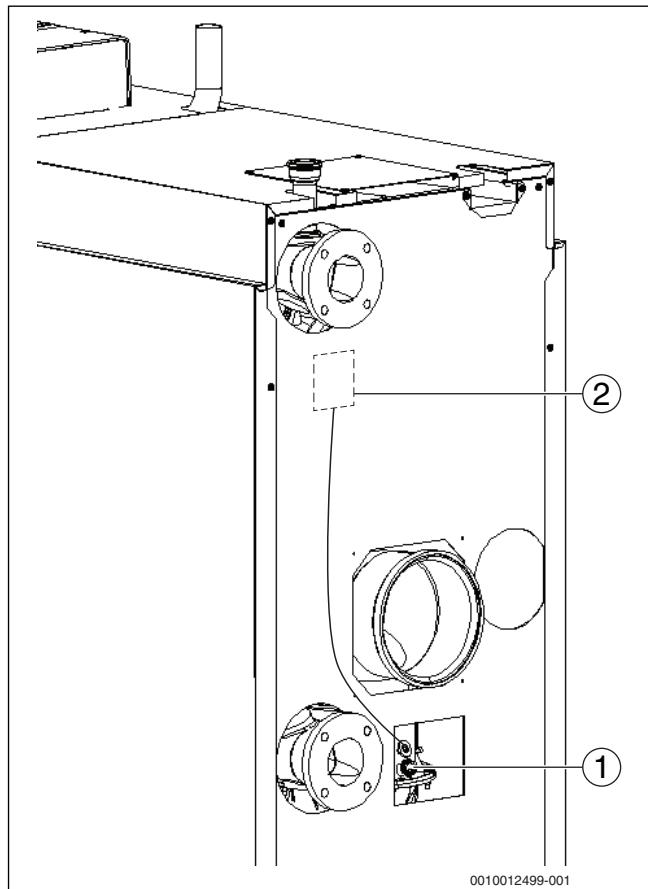

Рис. 29 Выполнение замеров (котлы 150-300 кВт)
- ▶ Ведите измерительный датчик через отверстие для измерений в коллекторе дымовых газов (→ рис. 29, стр. 32), держите его в центре потока и проверьте содержание CO₂.
- ▶ Ведите измерительный датчик через отверстие для измерений в дымовой трубе (→ рис. 29, стр. 32), держите его в центре потока и проверьте содержание CO₂.
- ▶ В точке проведения замеров на соединительном участке дымовой трубы котла (→ рис. 29 и 30) измерьте и внесите в протокол пуска в эксплуатацию следующие параметры (→ глава 17.6, стр. 70):